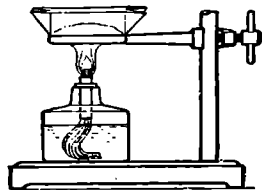

Рис. 43. Прокаливание металлов в железной коробочке.
■ **Опыт 1.** Насыпьте в железную коробочку ложку металлического порошка или опилок, уравновесьте коробочку на весах разновесками (можно дробью или песком), затем поместите на треугольнике на кольцо штатива (рис. 43) или тагана и нагревайте, пока металл покроется окалиной. Дайте *вполне* остыть, пока наощупь коробочка не перестанет быть теплой, и снова поместите на весы. ■